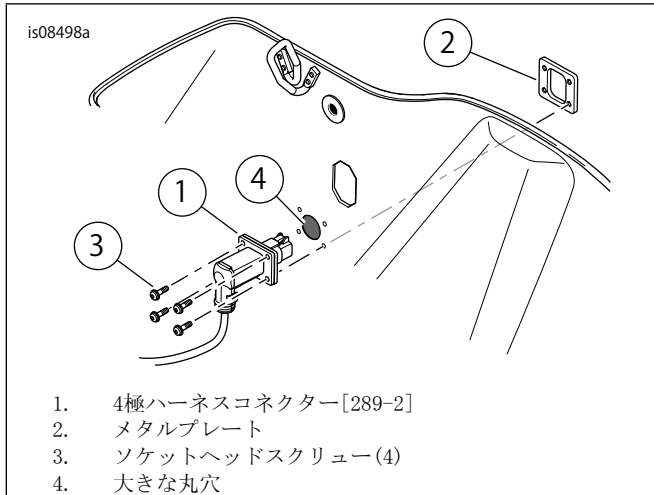

図3。4極ハーネスコネクタの取り付け
1. 「図3」を参照してください。サドルバッグハーネスの4ウェイバルクヘッドコネクタ(1)からメタルプレート(2)を取り外します。コネクタを内側からサドルバッグホールに通します。